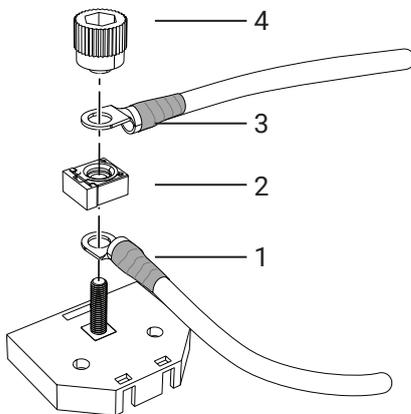
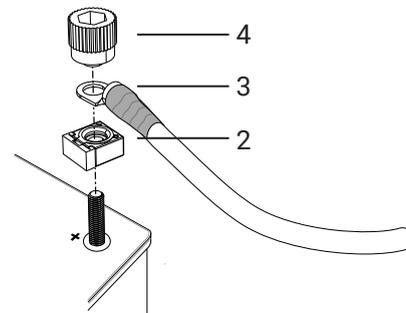

Abbildung 80. Anschließen an den Sicherungskasten
Abbildung 81. Anschließen an den Pluspol der Batterie
2. Stellen Sie ggf. sicher, dass sich der Kabinenschalter (CS) in der Position AUS befindet.
3. Schließen Sie bei Verwenden eines Sicherungskastens das Kabel (1) an den Pluspol der Batterie sowie an den Sicherungskasten an. Positionieren Sie dann die Sicherung (2) darüber, siehe Abbildung 80.
4. Positionieren Sie bei direktem Anschließen an den Pluspol der Batterie die Sicherung (2) auf dem Pluspol, siehe Abbildung 81.
5. Schließen Sie das Hauptstromkabel (3) an den Sicherungskasten bzw. den Pluspol an, siehe Abbildung 80 – Abbildung 81.
6. Schrauben Sie die Kabelanschlüsse und die Sicherung mit dem Drehknopf (4) fest an. Die Kabel werden in einem Winkel von 90° bzw. 180° voneinander montiert. Die Sicherung wird im rechten Winkel zu den Kabeln angebracht, siehe Abbildung 80 – Abbildung 81.